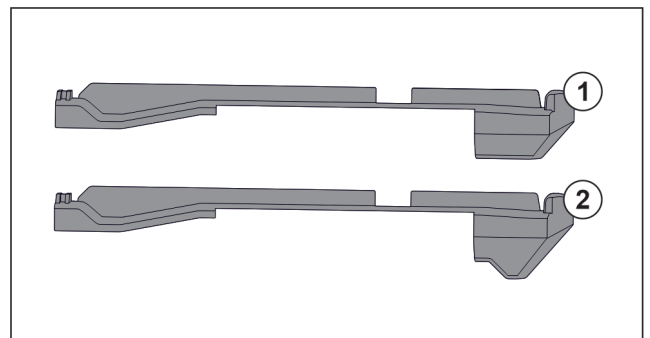

Fig. 69 Comparaison des éléments emboîtables
L'appareil comprend deux éléments emboîtables différents. L'élément emboîtable au-dessus du tiroir inférieur Fig. 69 (2) a un bord triangulaire. Tous les autres éléments emboîtables Fig. 69 (1) ont un bord droit.
- Poser l'élément emboîtable Fig. 69 (2) avec le bord triangulaire sur le tiroir inférieur.
- Poser l'élément emboîtable Fig. 69 (1) avec le bord droit à tous les autres endroits.